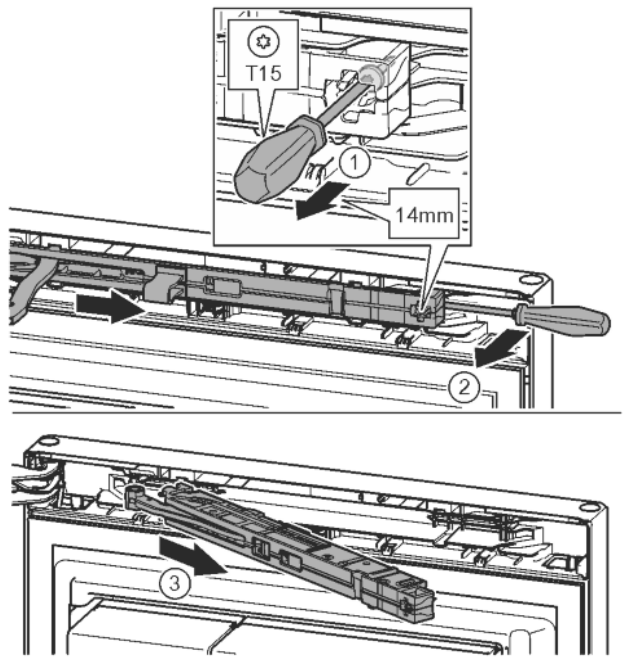

Fig. 15
- ▶ Schraube an Schließdämpfereinheit mit Schraubendreher T15 ca. 14 mm lösen. Fig. 15 (1)
- ▶ Mit einem Schraubendreher griffseitig hinter die Schließdämpfereinheit fahren und nach vorne drehen. Fig. 15 (2)
- ▶ Schließdämpfereinheit herausziehen. Fig. 15 (3)